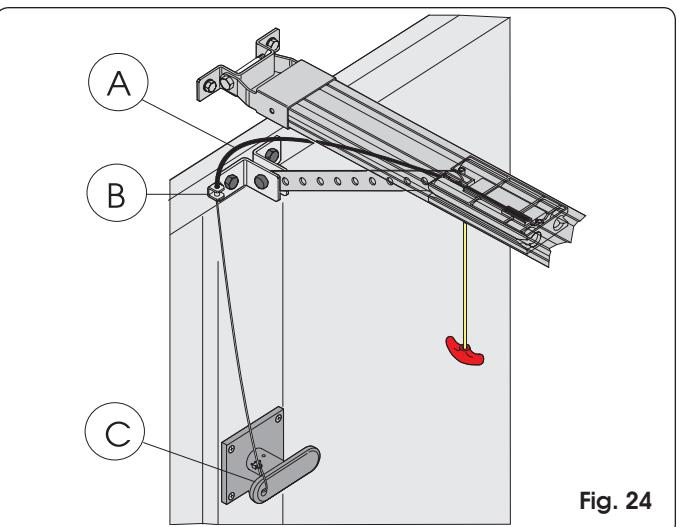

Fig. 24
- 1) Tagliare a misura la guaina del cavo (Fig. 24 rif. A).
- 2) Infilare il cavo nella guaina e farlo passare nell'apposito occhiello dell'attacco sulla porta (Fig. 24 rif. B).
- 3) Tagliare a misura il cavo ed assemblarlo con la leva interna della maniglia di sblocco (Fig. 24 rif. C).